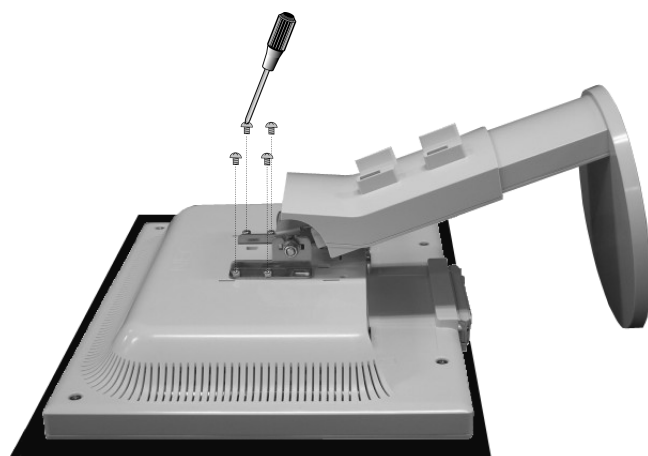

Рисунок S.4
5. Положите монитор экраном вниз на поверхность, которая не поцарапает экран (**Рисунок S.4**).
6. Отверните 4 верхних винта, с помощью которых монитор крепится к подставке (**Рисунок S.4**).